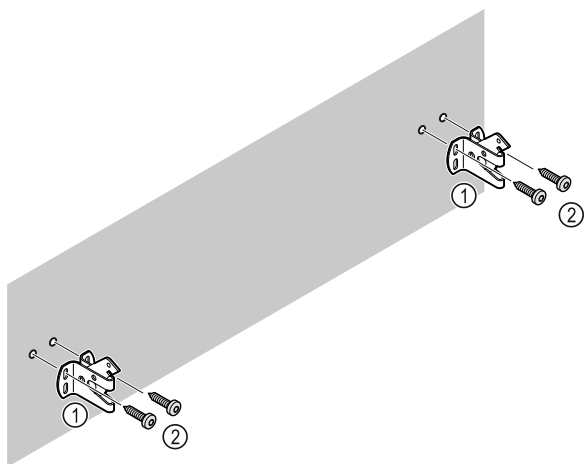

Fig. 11
Afhankelijk van de eigenschappen van de wand (hout, beton) geschikt bevestigingsmateriaal (bijv. pluggen) en voldoende bevestigingspunten gebruiken Fig. 11 (2).
- ▶ Borghaken bevestigen. Fig. 11 (1)